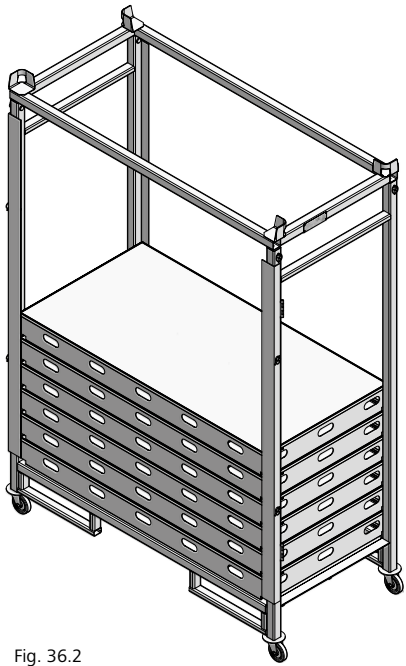

Fig. 36.2
- Manutention avec roues sur sol régulier Le rack de stockage pour panneaux MD peut également être équipé de quatre roues de guidage 100 (réf. 29-305-95). Les roues de guidage 100 doivent être installées sur les montants lorsque le rack est vide. Le rack mesure alors 12 cm de plus : la hauteur passe de 231,5 cm à 243,5 cm (Fig. 36.2).